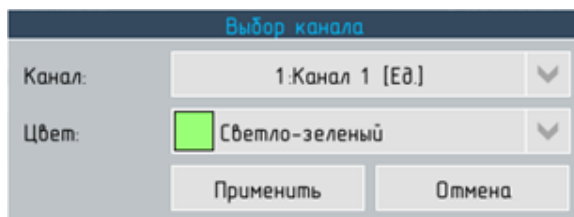

Рисунок 6.73 – Диалоговое окно для добавления канала в состав группы.
- ▶ диалог **"выбор канала"** – на вкладке **"каналы"** (см. рисунок 6.73):